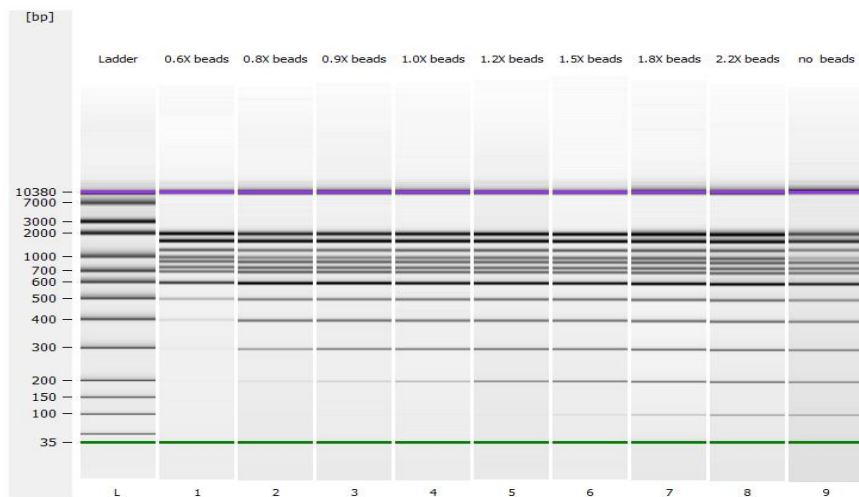

图 2. DNA 纯化检测结果
5.1.2 颠倒或旋涡振荡使磁珠溶液充分混匀, 吸取一定体积(具体根据样品情况而定, 可参考图 2. DNA 纯化参考条件) 磁珠溶液加入 DNA 样品中, 使用移液器轻轻吸打 10 次充分混匀。